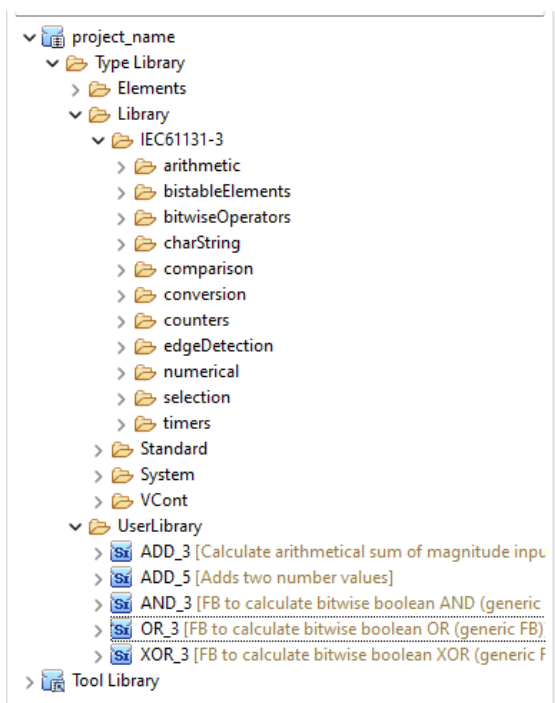

Рисунок 52 – Новый блок ADD_5
- ADD_5, блок FB_ADD с 5-ю входами (см. Рисунок 52)